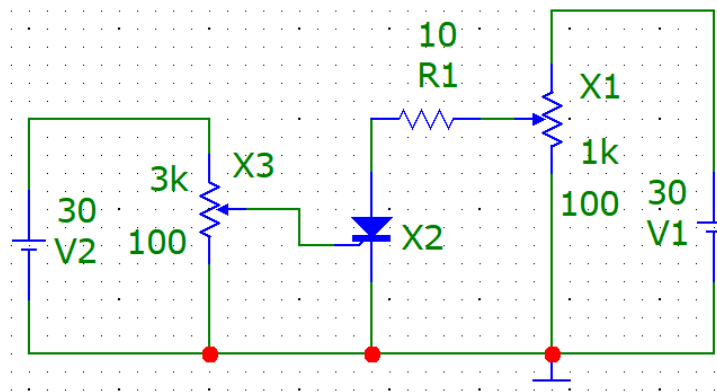

Рис. 7.2 – Схема для дослідження триодного тиристора
5. Побудувати схему для дослідження триодного тиристора (рис. 7.2), де $V1$ – джерело анодної напруги, VS – тиристор $CS20-22$; $R1$ – змінний опір з максимальним значенням, рівним 1 кОм; $R3$ – опір, що стоїть в колі анода, що дорівнює 10 Ом; $V2$ – джерело керуючої напруги (9 В); $R2$ – змінний опір, з допомогою якого подається струм на керуючий електрод тиристора.